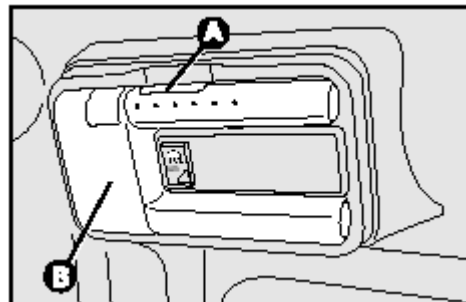

рис. 44
- нажать на кнопку **А** – **рис. 44** и вынуть сиемній плафон **В**;